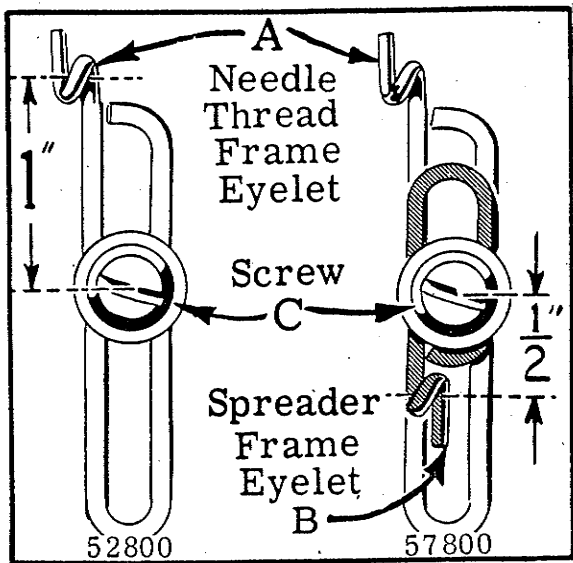

Fig. 46
Fig. 46 El guía-hilo del hilo de aguja en el brazo (A) deberá ajustarse aproximadamente a una pulgada (25'4 mm.) desde el centro de su tornillo de sujeción (C) hasta el centro del ojo del guía-hilo que es ajustable.